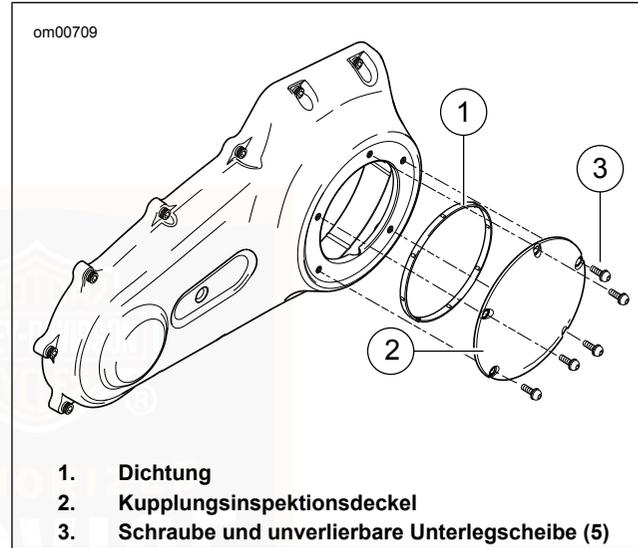
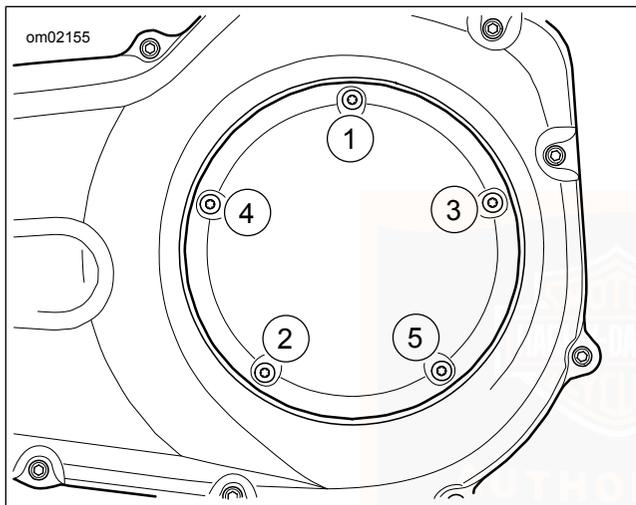

Abbildung 69. Kupplungsdeckel
Abbildung 70. Anzugsreihenfolge für Kupplungsdeckel
6. Siehe Abbildung 69. Schrauben (3) und Kupplungsinspektionsdeckel (2) entfernen.
7. Dichtung (1) entfernen. Das Öl von der Nut im Kettengehäusedeckel und der Befestigungsfläche abwischen.
- b. Siehe Abbildung 69. Die **neue** Dichtung (1) in die Nut des Kupplungsinspektionsdeckels (2) einsetzen. Jede Noppe auf der Dichtung in die Nut drücken.
- c. Den Kupplungsinspektionsdeckel (2) mit Schrauben und unverlierbaren Unterlegscheiben (3) sicher befestigen.
- d. Siehe Abbildung 70. In der angegebenen Reihenfolge auf folgendes Drehmoment anziehen: 9,5–12,2 N·m (84–108 **in-lbs**).